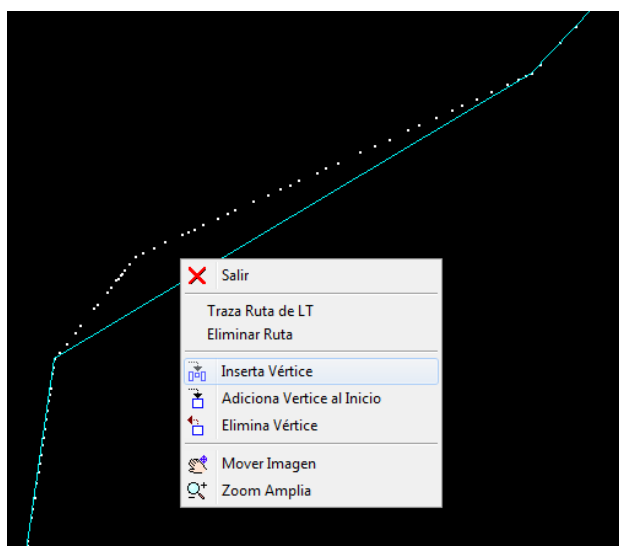

Fig. 20
- En caso desee adicionar nuevos vértices a una ruta ya existente o desee insertar un vértice en un tramo intermedio, utilizar la opción "Insertar vértice" que aparece al hacer clic con el botón derecho del ratón" (Ver Fig. 20).